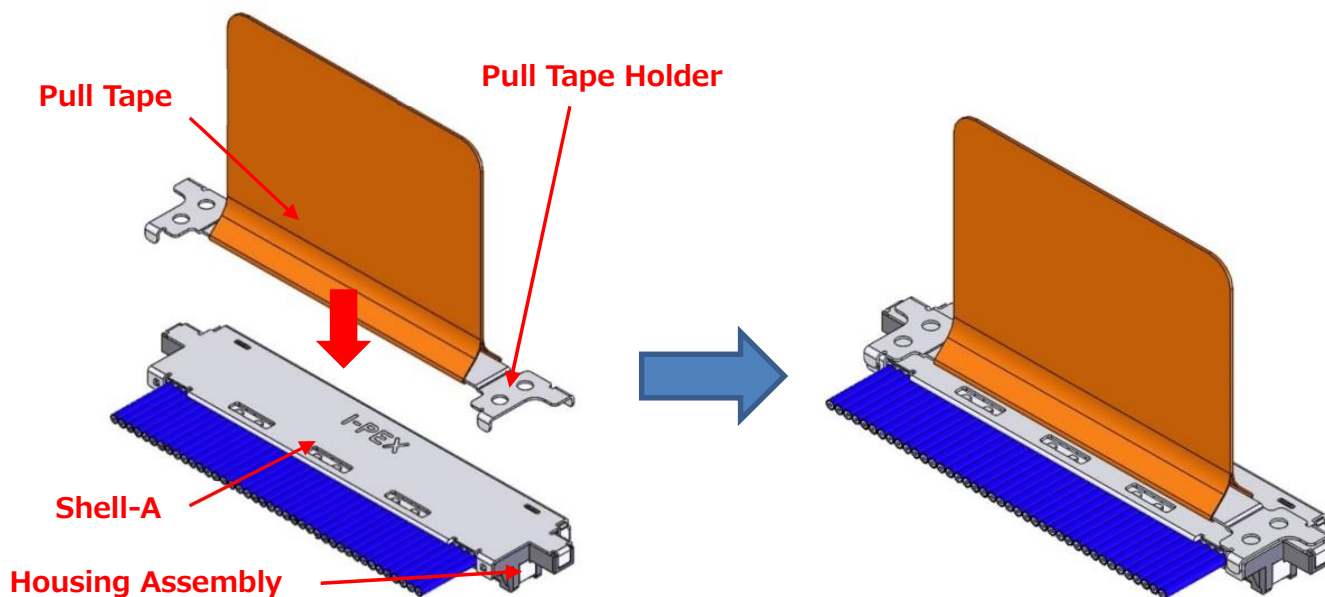

図.11 Pull Tape Holder 組付け
- ② 図.11 の様に pull tape holder を shell-A の上面から組み付ける。